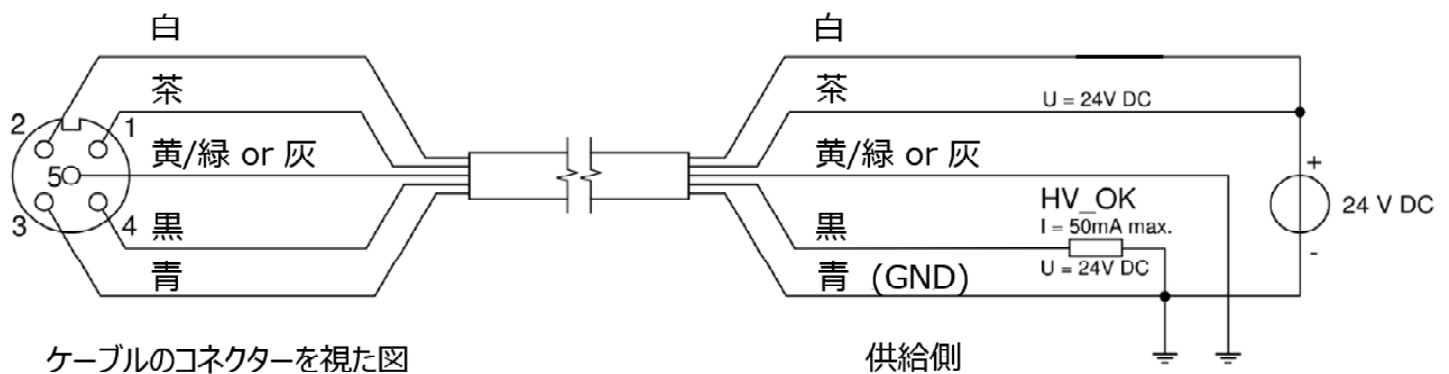

Figure 5: wiring supply cable Cleanflex Easy
- ・ Figure 5とTable 2に従って配線を接続します。